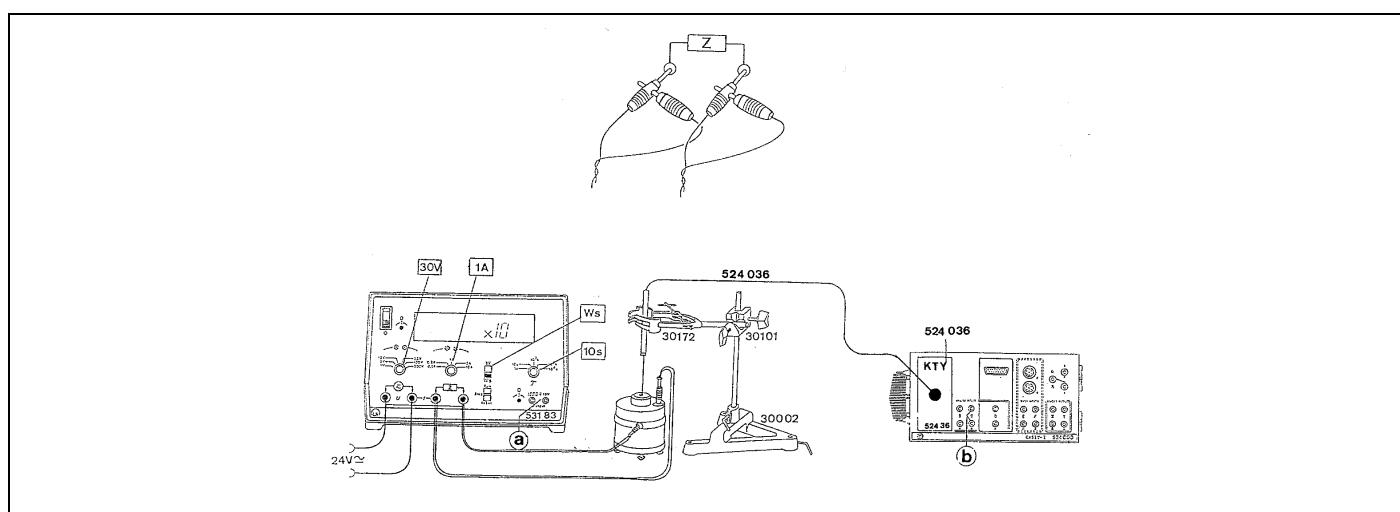

Fig. 7
Joulemètre et wattmètre (cf. fig. 7) 531 83
Medidor de potencia y energía (véase la Fig. 7) 531 83
- conformément à la fig. 7 avec le joulemètre et wattmètre (531 83)
- según la Fig. 7, con medidor de potencia y energía (531 83).